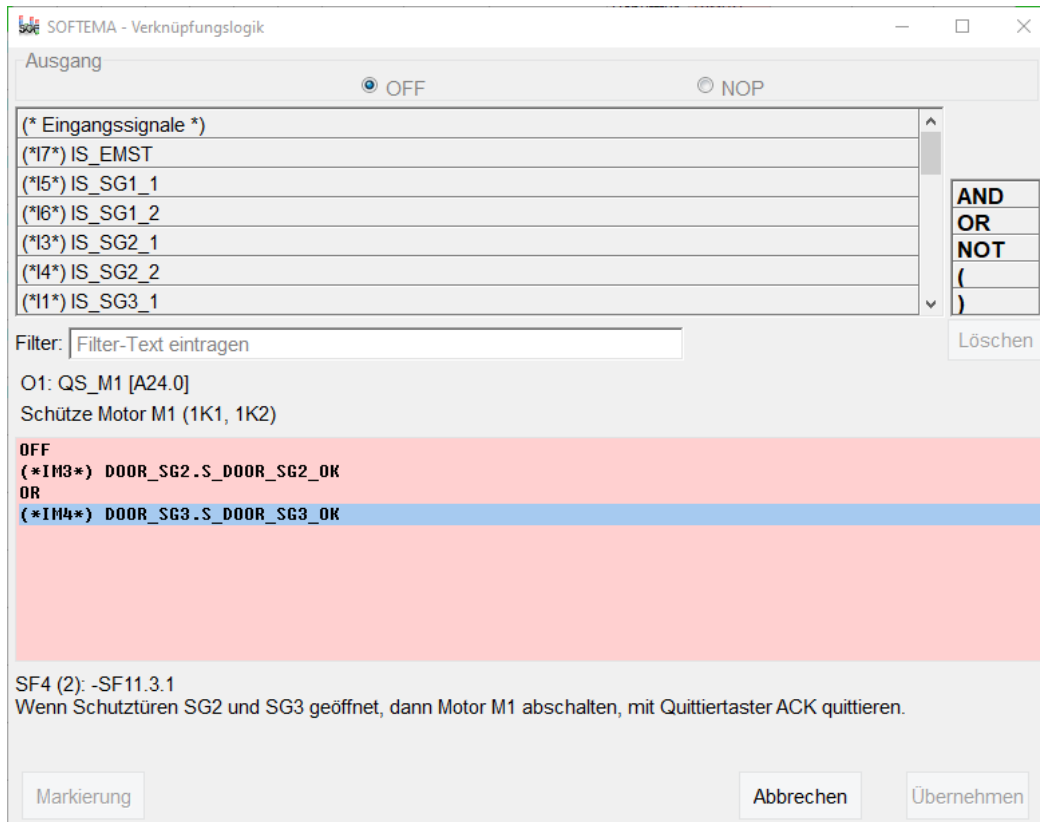

Abbildung 48: Der Logikeditor
Der Logikeditor (Abbildung 48) wird mit einem Doppelklick der linken Maustaste auf einer Logikzelle in der Tabelle „B4 Matrix C+E“ aufgerufen. Beim Verlassen des Editors werden die Schaltbedingungen in die gerade editierte Logikzelle eingetragen. Wenn die Zeile der betrachteten Sicherheitsfunktion/des Testfalls gesperrt ist, können im Editor keine Änderungen vorgenommen werden.
- Darunter befindet sich eine Liste der Signale Ix, Ox aus der Tabelle „A2.4 IO-Liste“ sowie der Module IMx, OMx aus der Tabelle „B3 Modularchitektur“. Mit Doppelklick auf ein Listenelement wird dieses in die Logikverknüpfung unterhalb der selektierten Zeile (in Abbildung 48 blau dargestellt) eingefügt. Bereits in der Logik verwendete Listenelemente werden in der Liste durch einen Stern markiert, können aber erneut eingefügt werden. Die Auswahl und Gestaltung der Listenelemente können über Optionen (Abschnitt 9.1) angepasst werden.
- Darunter folgt der Editierbereich der Logikverknüpfung: In der ersten Zeile der Schaltbefehl, darunter die Bedingungen, die entsprechend der Matrixmethode des IFA zum Schalten führen. In der Abbildung 48 bedeutet die Bedingung: Wenn das Schnellauftor SG2 und gleichzeitig das Hubtor SG3 geöffnet sind ( $SG2.SG\_OK = \text{False}$  und  $SG3.SG\_OK = \text{False}$ ), dann wird das Schütz für Motor M1 abgeschaltet (OFF, dem entspricht  $QS\_M1 = \text{False}$ ).